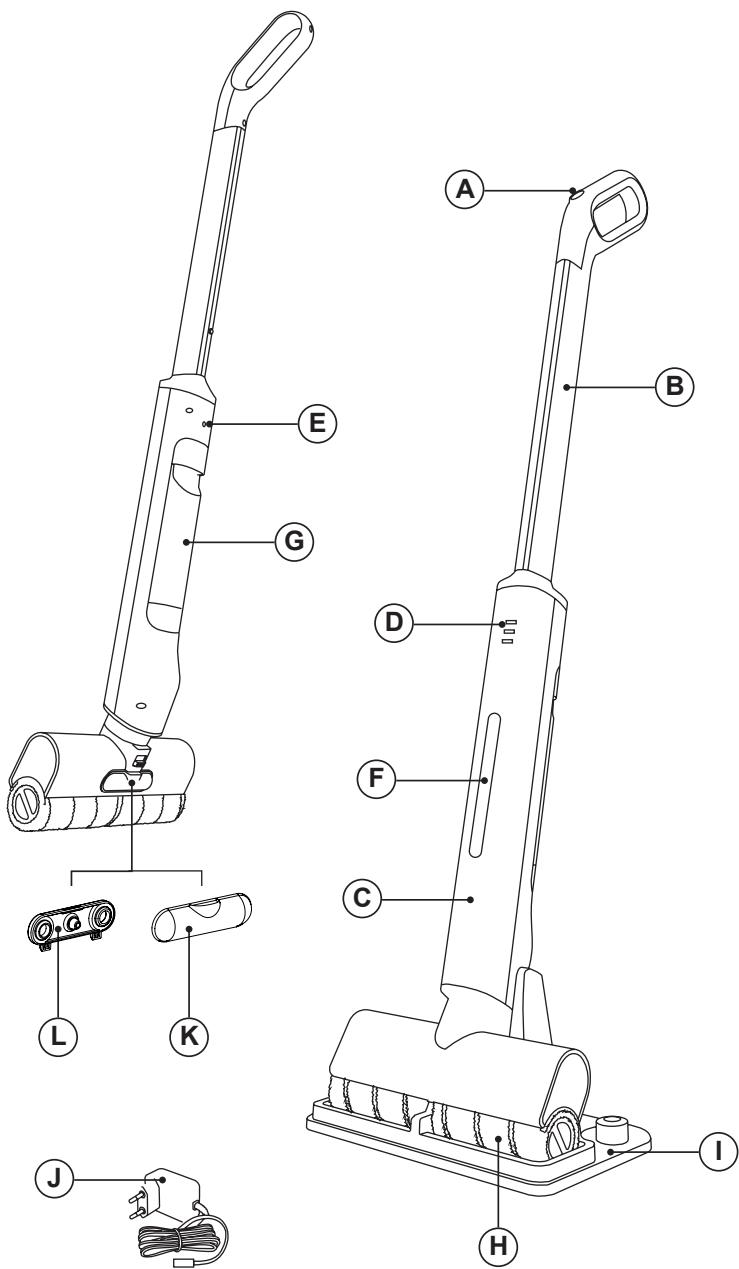

Fig.1
- Enchufar el cargador (J) a la red eléctrica.
- Enchufar el conector del cargador en la toma de corriente del aparato, situada en la parte posterior del aparato. (Fig 1)